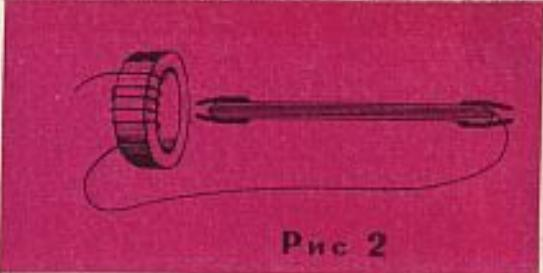

Рис. 2
2. На ферритовый кольцевой сердечник намотай обмотки I и II высокочастотного трансформатора T1 с помощью челнока (Рис. 2).